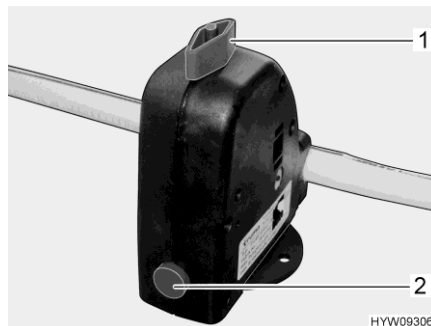

Fig. 144 Valvola di sicurezza/di scarico (boiler)
Il boiler è dotato di una valvola di sicurezza/di scarico (Fig. 144). La valvola di sicurezza/di scarico impedisce che l'acqua congeli nel boiler in presenza di basse temperature esterne, quando il riscaldamento non è acceso.
- Chiudere la valvola di sicurezza/di scarico. A tal fine ruotare la manopola (Fig. 144,1) verticalmente rispetto alla valvola di sicurezza/di scarico e premere verso l'interno il bottone automatico (Fig. 144,2).
- Aprire la valvola di sicurezza/di scarico. A tal fine ruotare la manopola (Fig. 144,1) nel senso della lunghezza della valvola di sicurezza/di scarico. Il bottone automatico (Fig. 144,2) scatta all'infuori. Il boiler viene svuotato verso l'esterno tramite la valvola di sicurezza/di scarico.